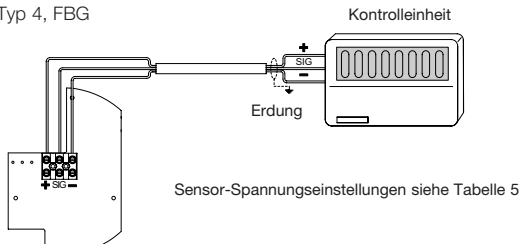

Abbildung 11: Xgard Typ 4, elektrische Anschlüsse
2. Sicherstellen, dass alle elektrischen Anschlüsse korrekt gemäß Abbildung 11 vorgenommen wurden.